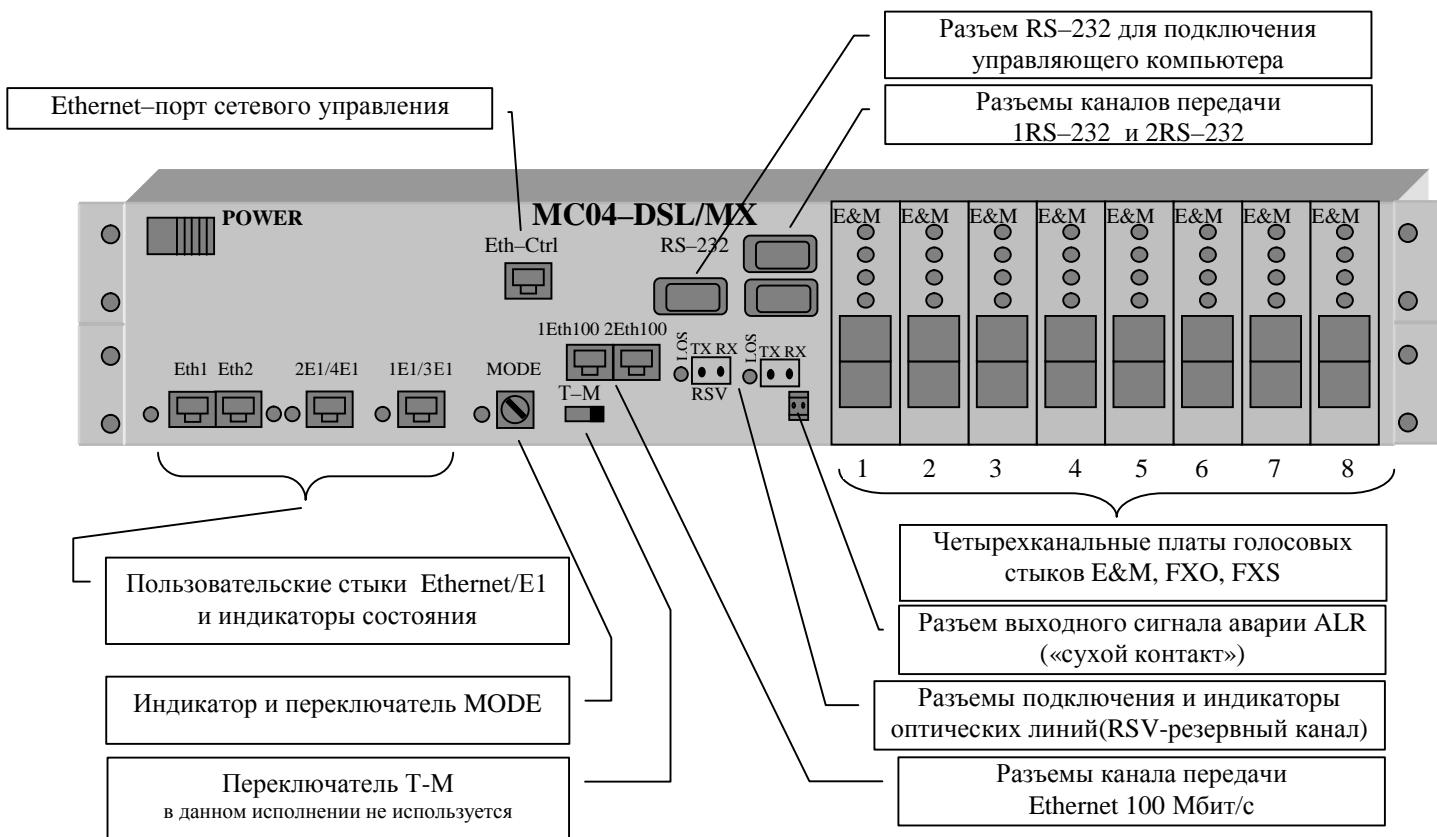

Рис. 2. Модем–мультплексор на 8 плат канальных окончаний в корпусе 2U.
5.1.2. Модем–мультплексор поставляется в исполнении – на 8 плат канальных окончаний (КО). Места установки плат на рис. 2 пронумерованы от 1 до 8.